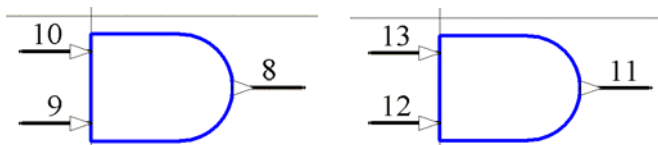

図35 74F08SJX の Part C と Part D
- 上記の3から5のステップを繰り返し、図35のように、残りの2つのパート、Part C と Part D を作成します。ライブラリを保存します。